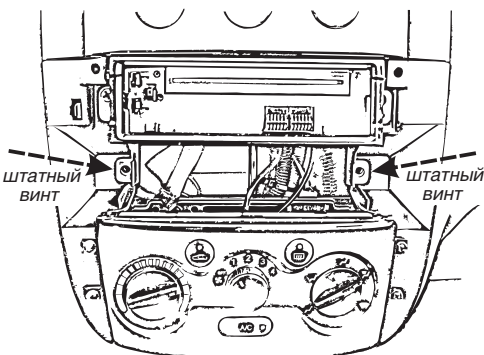

Рис. 3.19
2. Выкрутите штатные винты крепления перчаточного ящика, винты расположены в углублении по бокам от ящика, рис. 3.19.